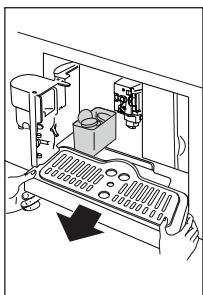

Fig. 24
- Retire o tabuleiro de recolha de pingos e o recipiente para borras de café (Fig. 24).